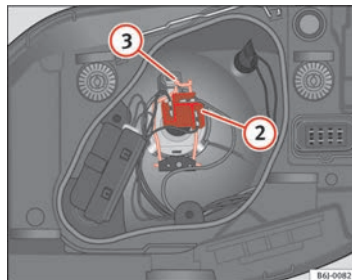

Fig. 143 Luz de cruce/carretera faro simple
- Extraiga el conector ⇒ página 234, fig. 143 ② de la lámpara.
- Desenganche el resorte retentor ⇒ página 234, fig. 143 ③ presionándolo hacia dentro y a la derecha.